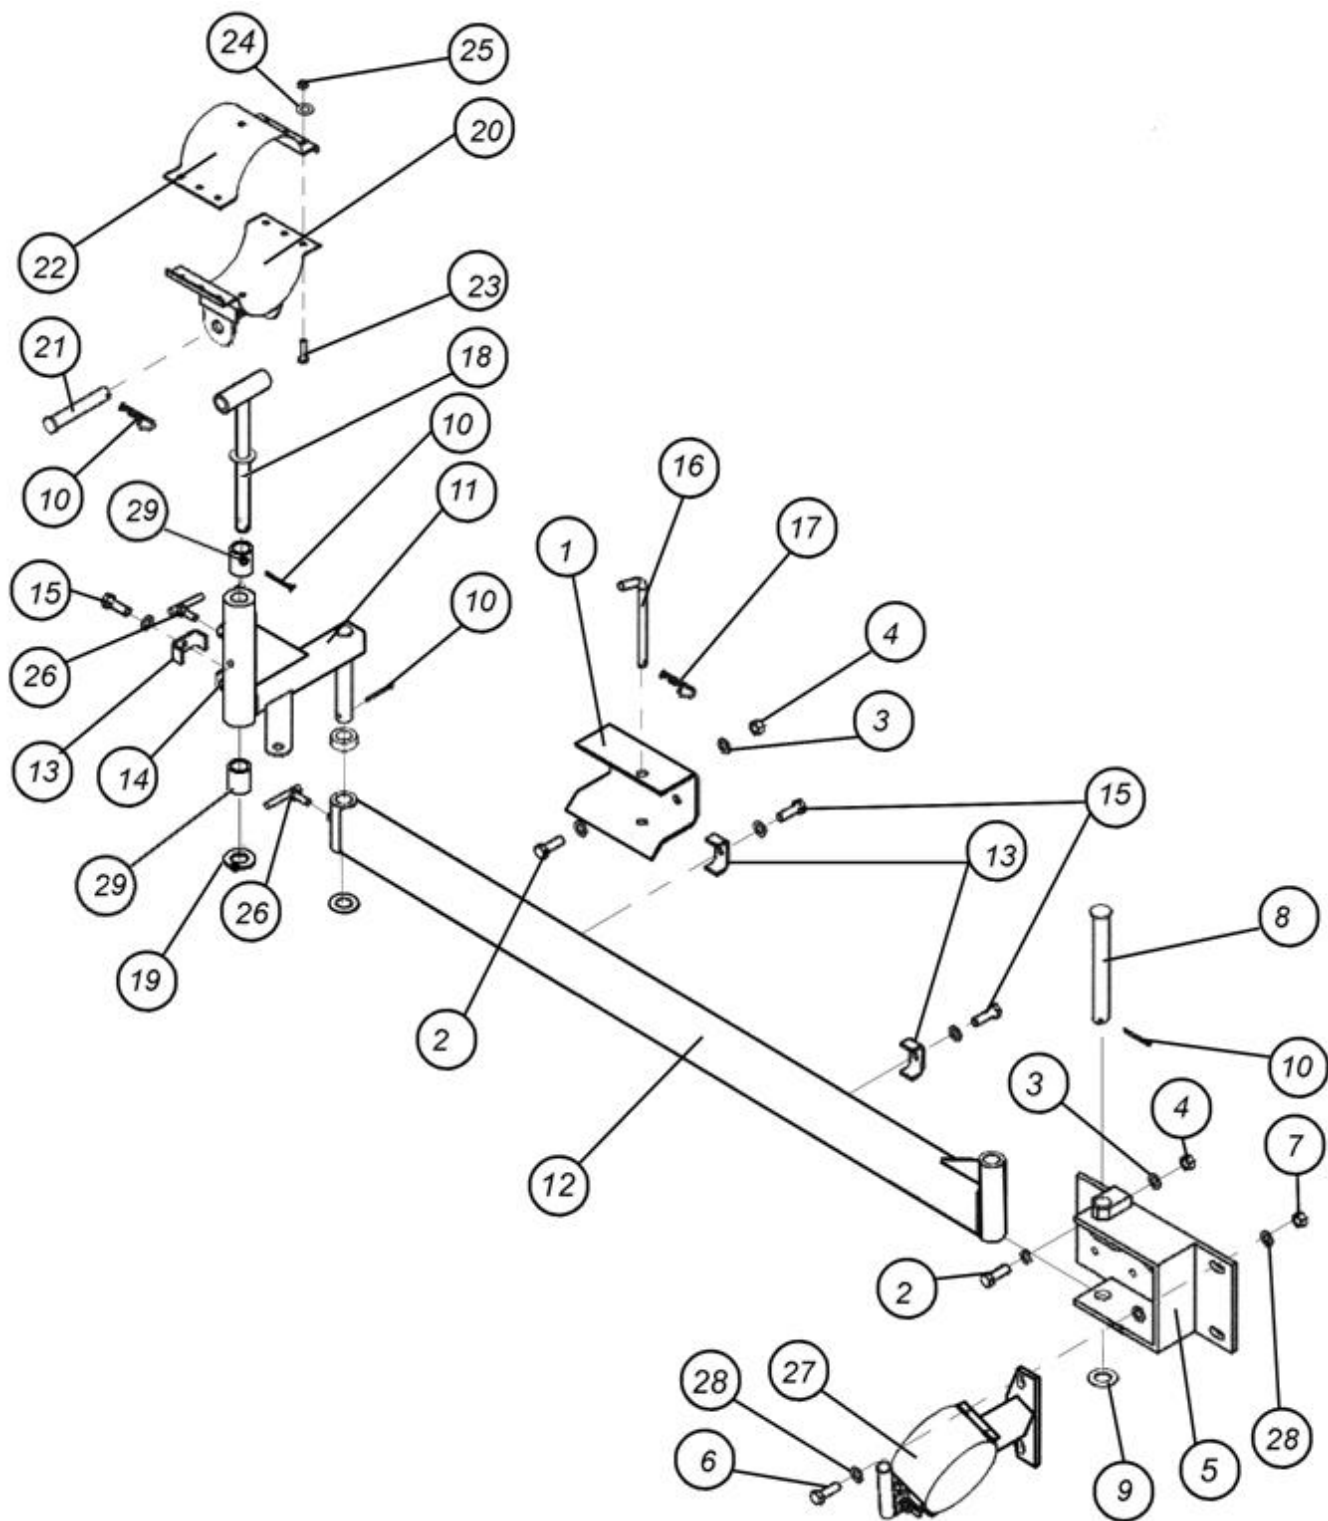

Рис. 7.2.16.1. Манипулятор шнека
7.2.16.2. Манипулятор шнека Ø224 (бункер V=10м3) (рис. 7.2.16.2)